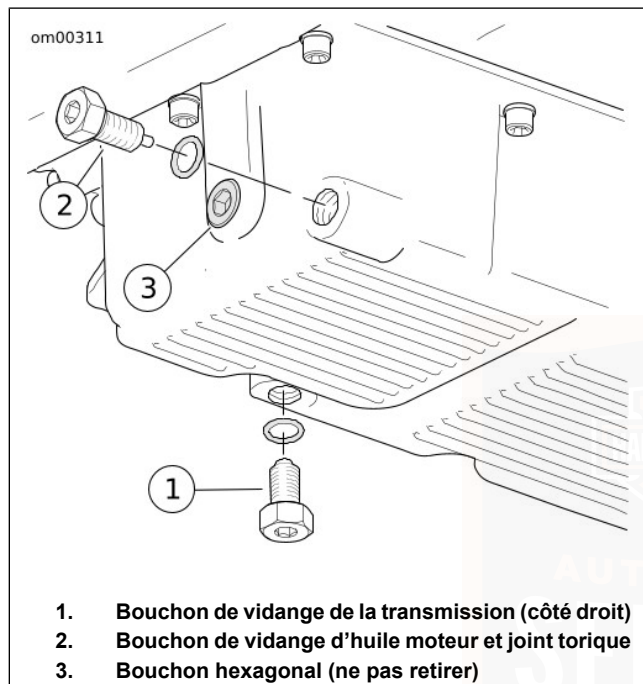

Figure 50. Carter d'huile
3. Voir Figure 50. Déposer le bouchon de vidange d'huile (2). Ne pas enlever le bouchon hexagonal (3) ni le bouchon de vidange de la transmission (1). Laisser l'huile se vidanger complètement.